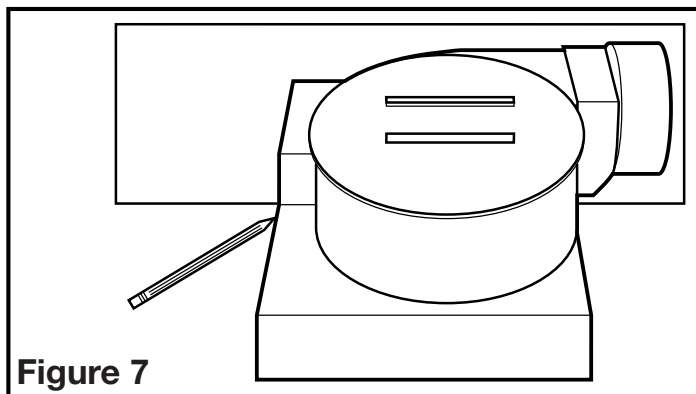

Figure 7
1. Positionner le cabinet contre la solive ou le montant et tracer le contour du cabinet sur le matériau du mur / plafond. Mettre le cabinet de côté et découper l'ouverture, en prenant bien soin de ne pas couper ou endommager d'utilité électrique ou dissimulée (**Figure 7**).